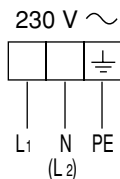

Рис. 6.1
- Подсоединение электрического кабеля к щитку с зажимами осуществляется согласно следующей схеме (Рис. 6.1).